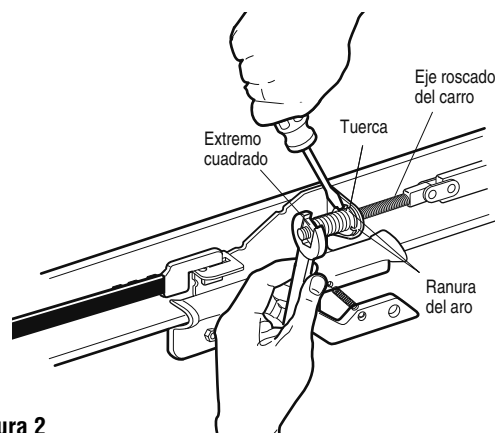

Figura 2
- Introduzca la punta de un destornillador en una de las ranuras del aro de la tuerca y apóyelo firmemente contra el carro (Figura 2).